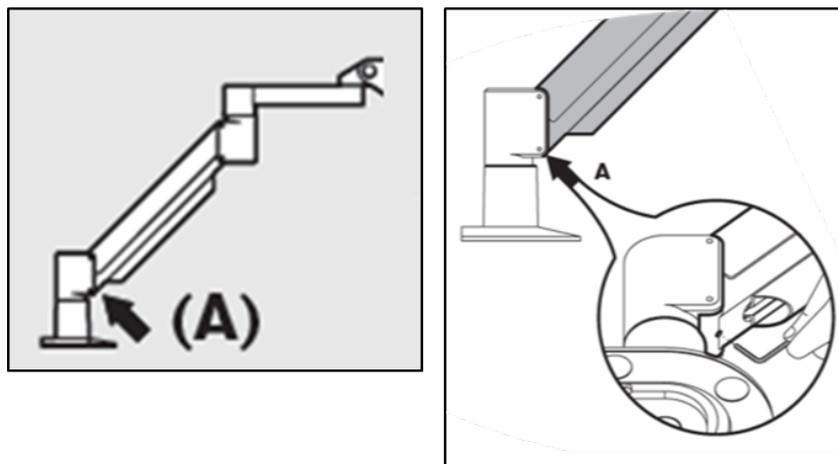

Figura 4-5. Allentamento della vite di arresto di controbilanciamento A
- Se il braccio si sposta verso il basso, alzarlo fino al massimo del suo raggio di movimento e allentare la **vite di arresto di controbilanciamento A** ruotandola di almeno ½ giro. Usare una chiave Allen da 3/32". Vedere la Figura 4-5.
- Sollevare il braccio fino alla posizione più alta e fissare la **vite di arresto di controbilanciamento A** fino a stabilire il contatto, quindi serrare ruotando di almeno $\frac{1}{2}$ giro, ma di non più di $\frac{3}{4}$ di giro. Vedere la Figura 4-5.